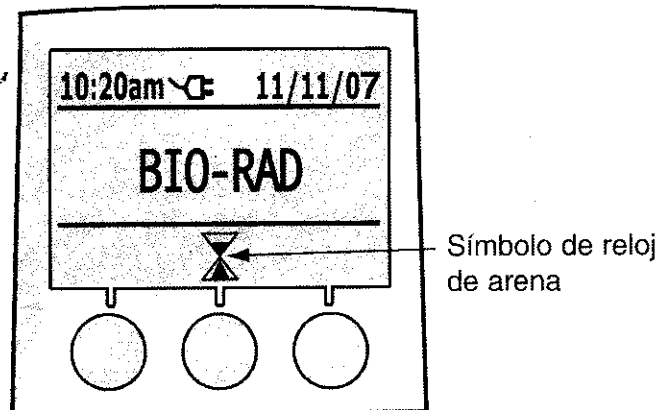

Figura 2-4: Pantalla durante la secuencia de calentamiento
2. Cuando el analizador in2it (I) Analyzer se enciende, ejecuta una secuencia de calentamiento. Durante el calentamiento, aparecerá en la pantalla el símbolo del reloj de arena (véase la figura 2-4); mientras el reloj está en pantalla, no puede procesarse ninguna prueba ni usarse un cartucho de verificación del sistema.